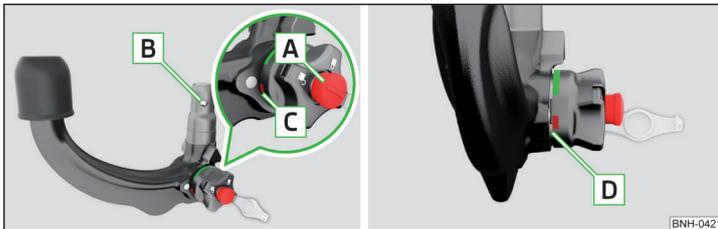

Fig. 214 Posición de reserva
**Posición de reserva ajustada correctamente** » fig. 214